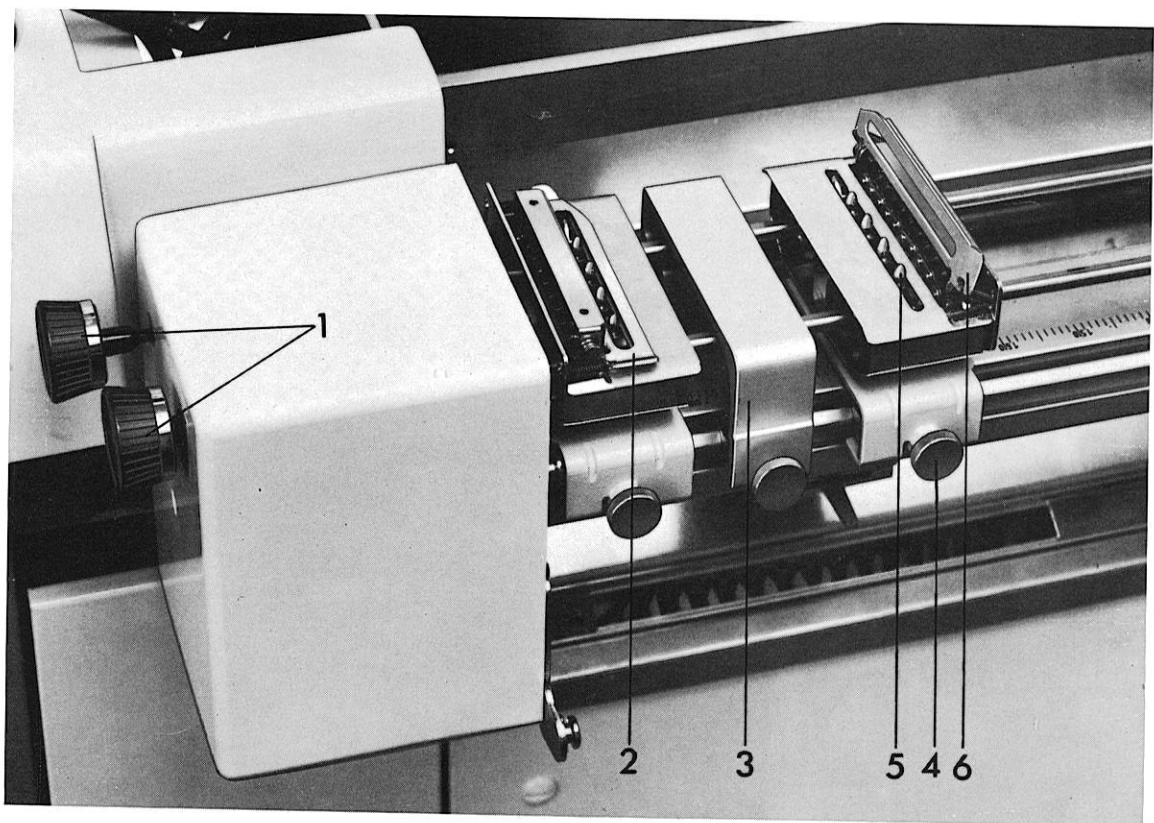

Abb. 14 Endlosformularführung, Ansicht von hinten
- Führungsklappen (Abb. 14) aufklappen
- zu den Traktoren Abb. 14 führen
- Drehknopf (1) Abb. 14 axial bis zum Anschlag hineindrücken.
- Rändelknöpfe (4) Abb. 14 lösen und die Traktoren (5) Abb. 14 seitlich soweit verschieben, bis die Transportlöcher auf den Transportstacheln aufliegen.
- Papierableiter (3) Abb. 14 mittig zu den beiden Traktoren einrichten.